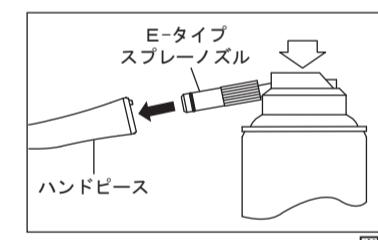

図6
- 2) E-タイプスプレーノズルをハンドピース後部へ挿し込み、ハンドピースを押さえて、ハンドピース先端よりオイルが出るまで2~3秒スプレーします。注油は先端から異物等の汚れが出てなくなるまで繰り返し行います(図6)。
- 3) 最後に、パナスプレープラス(図6)または弊社製自動注油システムによる注油を行います。